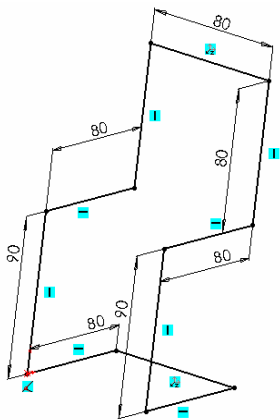

图 7-6 标注的草图
④ 标注尺寸及添加几何关系。结果如图 7-6 所示。
⑤ 绘制圆角。单击“草图”工具栏中的“绘制圆角”图标, 此时系统弹出如图 7-7 所示的“绘制圆角”对话框。依次选择如图 7-6 所示中每个直角处的两条直线段, 绘制半径为 20 的圆角, 结果如图 7-8 所示。